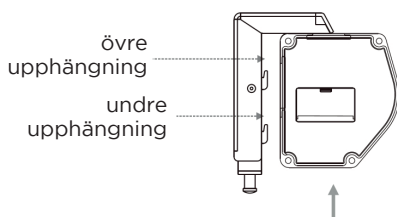

Bild 8
4. När du monterar projektorduken på monteringsfästena, se till att spåren på projektordukens kåpa hakar fast i fästenas övre och nedre spår. Skjut projektorduken helt enkelt på fästena, spåren på monteringsfästena håller på detta sätt fast kåpan. Horisontella anpassningar kan fortfarande utföras (bild 8 till 10).